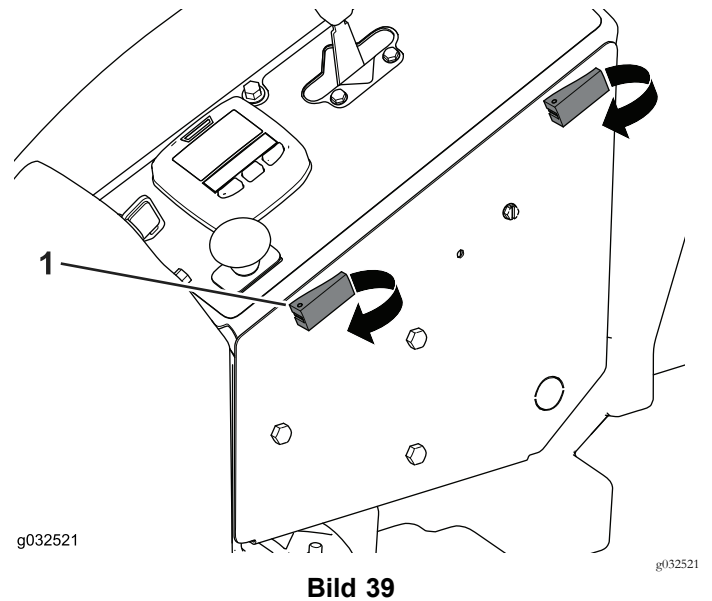

Bild 39
- Öffnen Sie die drei Ausdehnungsriegel und öffnen Sie das Bedienfeld (Bild 39).